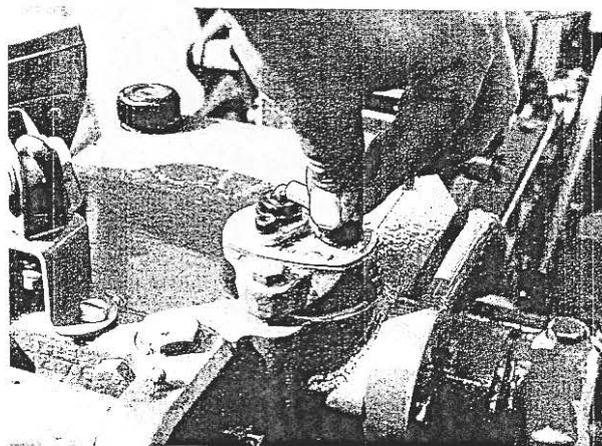

FIG. 91 – Réglage de la sensibilité du distributeur
- faire tourner en même temps dans le sens de la sensibilité minimale, le levier et la vis mère correspondante (Fig. 91);